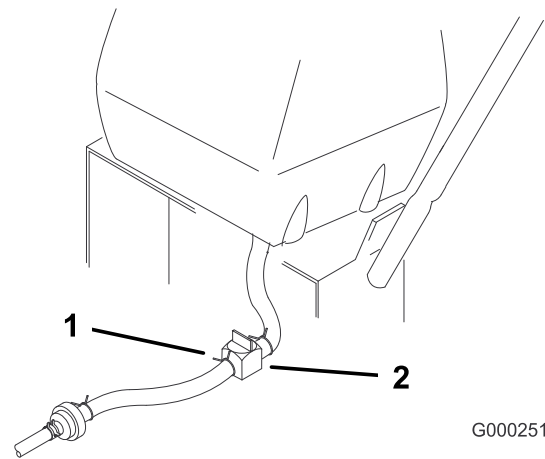

Figura 36
2. Cierre la válvula de cierre de combustible del depósito de combustible (Figura 36).
3. Apriete los extremos de la abrazadera y deslícela por el tubo alejándola del filtro (Figura 36).
4. Retire el tubo de combustible del filtro (Figura 36). Abra la válvula de cierre del combustible y deje que la gasolina se drene en un recipiente.
3. Cierre la válvula de cierre de combustible del depósito de combustible (Figura 36).
- 7. Abra la válvula de cierre de combustible del depósito de combustible (Figura 36).